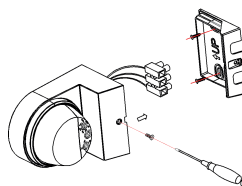

Fig.3
3. Fissare la base a muro nella posizione desiderata utilizzando viti e tasselli (Fig.3).
3. Fix the base to the wall in the desired position using screws and wall plugs (Fig. 3).